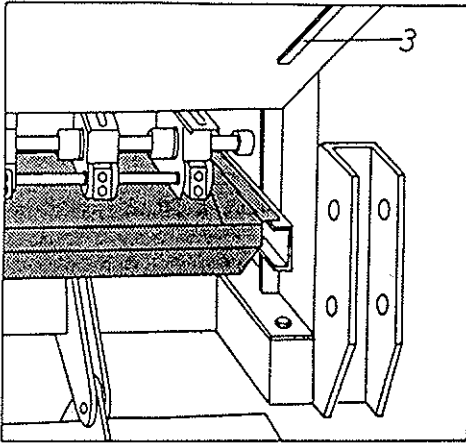

Fig. 2
**DEUXIÈME:** Enlever le plateau de son siège de transport et on le fait glisser horizontalement par dessous des distributeurs (Fig. 2).